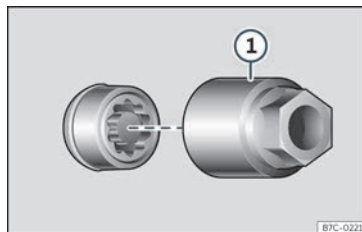

Fig. 36 Vite antifurto con cappuccio ed adattatore.
- Inserire l'adattatore speciale»» fig. 36 ① (attrezzo di bordo»» pag. 46) nella vite antifurto della ruota fino al fermo.